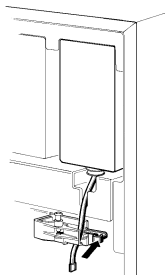

figura 3
- 3 - Premere la leva rubinetto ed inserire il tubetto nella propria sede (vedere figura 3).